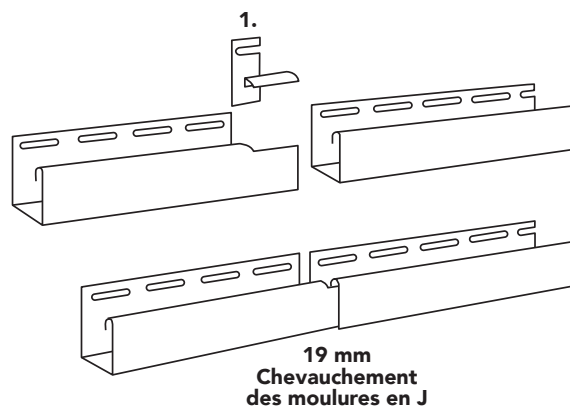

Figure 34
- En cas de plusieurs moulures, les faire chevaucher (moulure en J supérieure empiétant sur la moulure en J inférieure). (Figure 34)
- Si la surface du mur demande plusieurs moulures en J, les faire chevaucher sur 19,2 mm (3/4 po) (Figure 34).